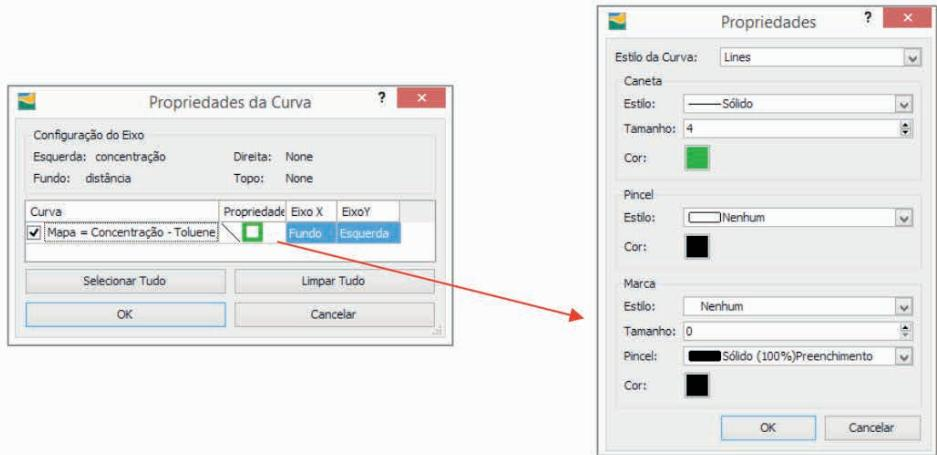

Figura 2.179 Caixa de edição das Propriedades da Curva.
- *Curvas:* permite o usuário configurar as propriedades das curvas no gráfico (Figura 2.179).